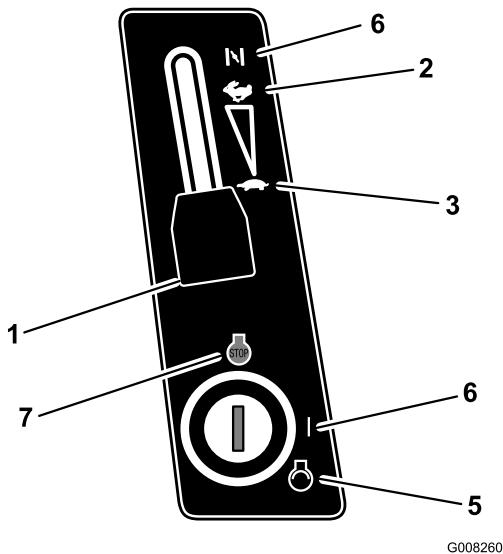

**Figura 11**
4. Desengrane las cuchillas (PTO). Consulte Figura 11.